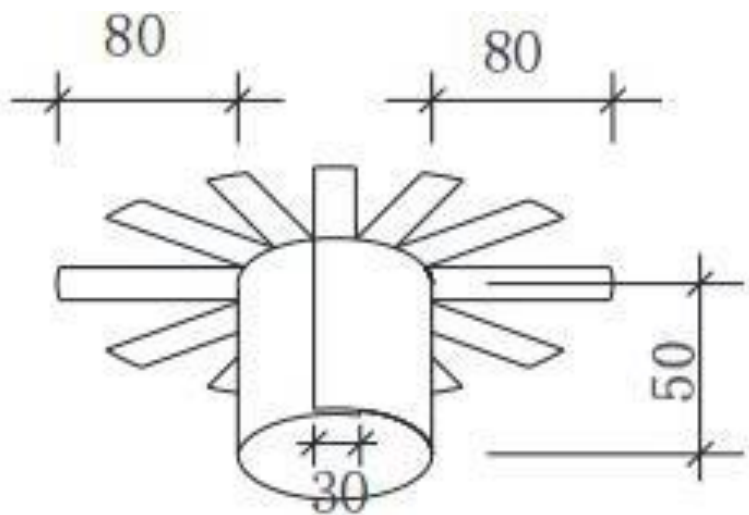

图6 水落口无纺布胎基增强层
i.水落口防水加强层范围为：距管口周边 $80\text{mm}\pm 5\text{mm}$ ，深入水落口内 $50\text{mm}\pm 10\text{mm}$ ；加强层用无纺布作胎基增强，管内无纺布搭接为 30mm ，从管内翻向平面的无纺布应采用“裙分”开叉的方法，与平面卷材搭接，“裙分”开叉应将无纺布卷筒均分 $12\sim 14$ 等份，长度 $80\text{mm}\pm 5\text{mm}$ （见图6）。